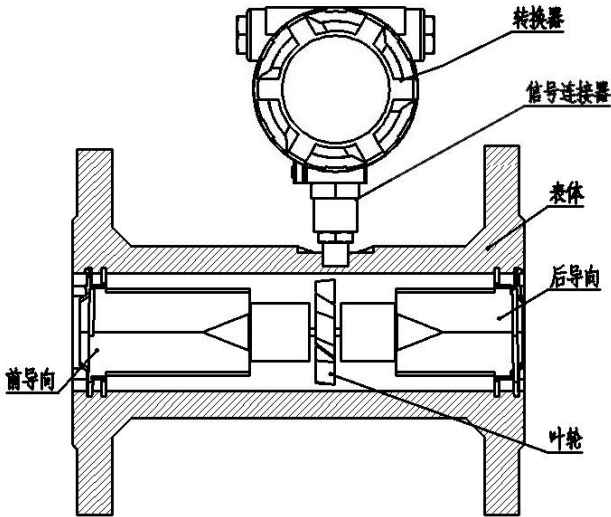

图 1-1 法兰型涡轮流量计结构图
1.3 产品结构 涡轮流量计的基本结构如图 1-1 所示，它主要由表体、前导向、后导向、叶轮、信号连接器和转换器等组成。
流量计的系数与流量(或雷诺数)的关系曲线如图 1.1 所示。由图可见,仪表系数分为二段,即线性段和非线性段。线性段约为其工作段的三分之二,其特性与传感器结构尺寸及流体粘性有关。非线性段特性受轴承摩擦力,流体粘性阻力影响较大。当流量低于传感器流量下限时,仪表系数随着流量迅速变化。当流量超过流量上限时要注意防止气蚀现象。